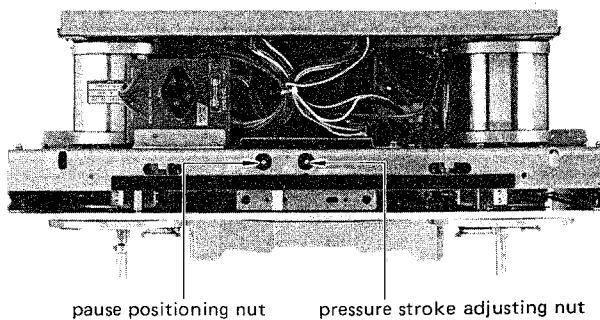
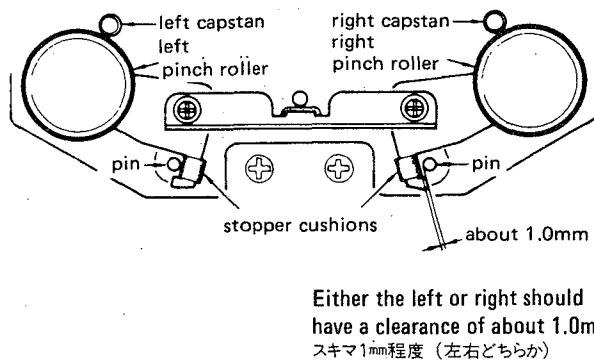

Fig. 2-4 Pause position and pinch roller pressure stroke adjustments
Fig. 2-6
- Adjust by turning the pressure stroke adj. nut (Fig. 2-4) so that the clearance between the pin and the stopper cushion is about 1.0mm.
- 図2-4に示す圧着ストローク調整ナットにより、図2-6に示すようにピンとストッパー・クッションのすき間を約1mmに調整する(ピンとストッパー・クッションが離れていて、すき間が確認出来れば良い)。